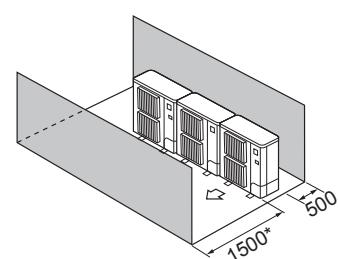

Fig. 2-12
- ④ Hindringer kun foran og bak (Fig. 2-12)